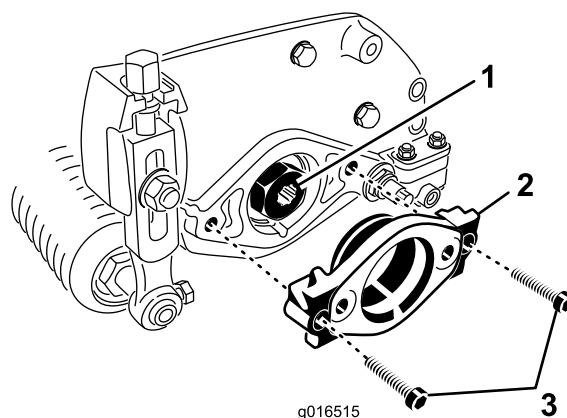

図 8
2. カッティングユニットの左側にモータマウントを固定している六角穴ねじ2本を外す。モータマウント取り付け部を取り外す 図 8。
3. 駆動スプライン内側面にグリスを塗る 図 8。
4. カッティングユニット左側で、モータマウントのOリングに薄くオイルを塗り、先ほど取り外した六角穴ねじ2本を使ってモータマウントをカッティングユニットに取り付ける 図 8。各ねじを 16-20 N-m 12-15 ft-lb = 1.7-2.1 kg.m にトルク締めする。